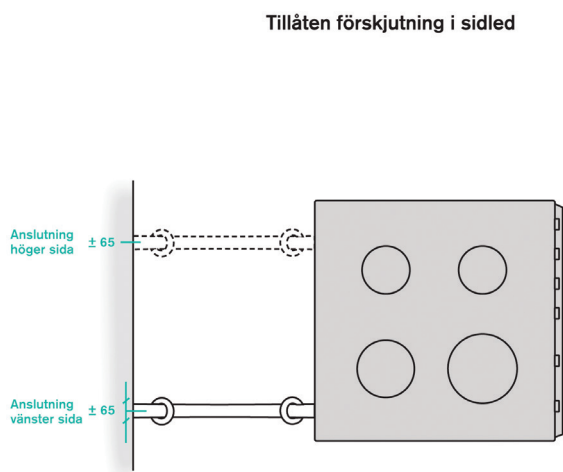

Bild 5 Tillåten förskjutning av anslutningspunkter i sidled
- Slangen ska alltid vara dragsäkrad mellan vägg och hushållsapparat med stålvajer eller kedja. Stålvajern eller kedjan ska vara fäst i konsol eller på sådant sätt att brytningar inte kan uppstå i gasledning eller armatur, se bild 5.